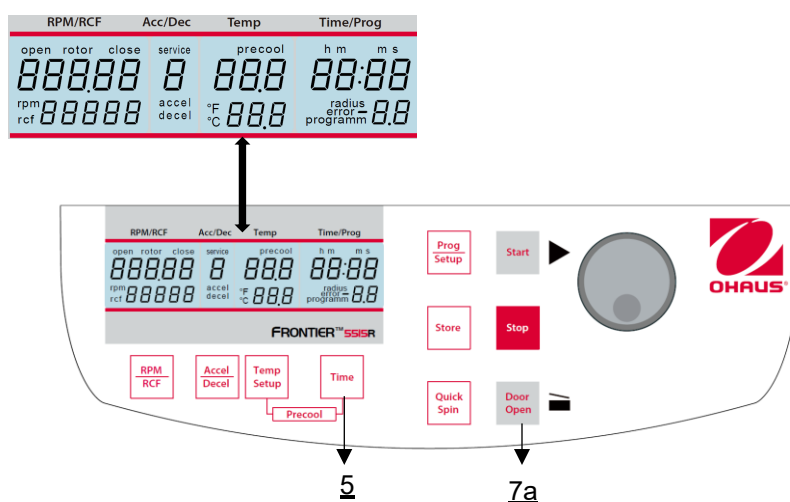

Figura 29
Aprire il coperchio della centrifuga e spegnere l'interruttore principale. Riaccendere l'interruttore principale. Per circa 3 secondi sul display viene visualizzato il nome del modello e la versione attuale del software. Durante questo tempo, premere contemporaneamente i tasti **"Tempo"** (5) e **"Porta aperta"** (7a). Di conseguenza, viene eseguito un test del display per circa 3 secondi. Tutti gli indicatori vengono visualizzati contemporaneamente (vedere **Figura 29**).